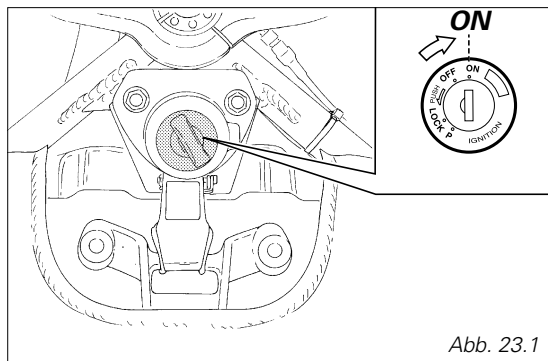

Abb. 23.1
1) Den Zündschalter auf die Angabe **ON** (Abb. 23.1) drehen und dabei prüfen, ob die grüne Kontrollleuchte **N** und die rote Öldruckkontrollleuchte  am Instrumentenbrett aufleuchten.